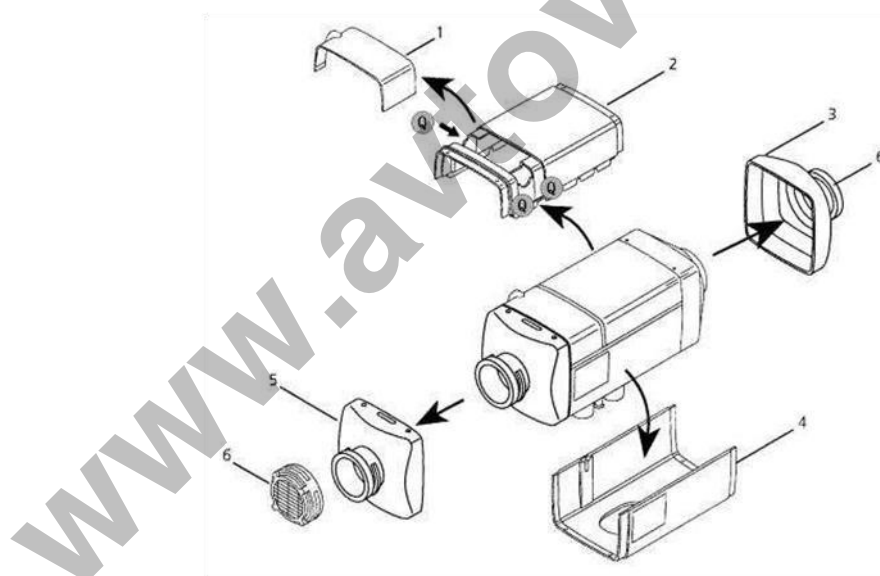

Рис.4
Составные части кожуха представлены на Рис.4.Он состоит из верхней крышки 2 (крышка монтажной коробки 1 может быть зафиксирована на отверстиях в верхней крышке), нижней крышки 4, крышки на входе воздуха 6, крышки на входе потока воздуха в печь 5 и крышки на выходе горячего воздуха 3. Эти компоненты формируют канал прохождения воздуха. Крыльчатка вентилятора (Рис.3-6) на моторе вентилятора (тот же
4.3.6 В случае внутренней установки отопителя необходимо принять меры чтобы избежать попадания горячего воздуха с выходного на входное отверстие отопителя (как показано на Рис.12). Воздух на входе должен поступать из холодных мест салона, таких как места под сидениями или спальным местом. Если в этом режиме воздухопровод не подсоединяется, то на входном отверстии должна быть установлена крышка с решеткой (Рис.4-б).